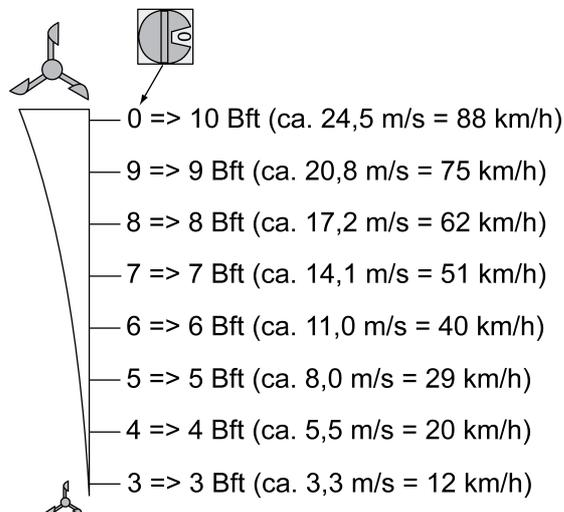

Figure 5: Réglage de la puissance du vent
- À l'aide de l'interrupteur rotatif (9), régler la puissance du vent à laquelle la suspension doit être amenée en position de fin de course sûre (figure 5). Le réglage s'effectue en Beaufort (Bft).